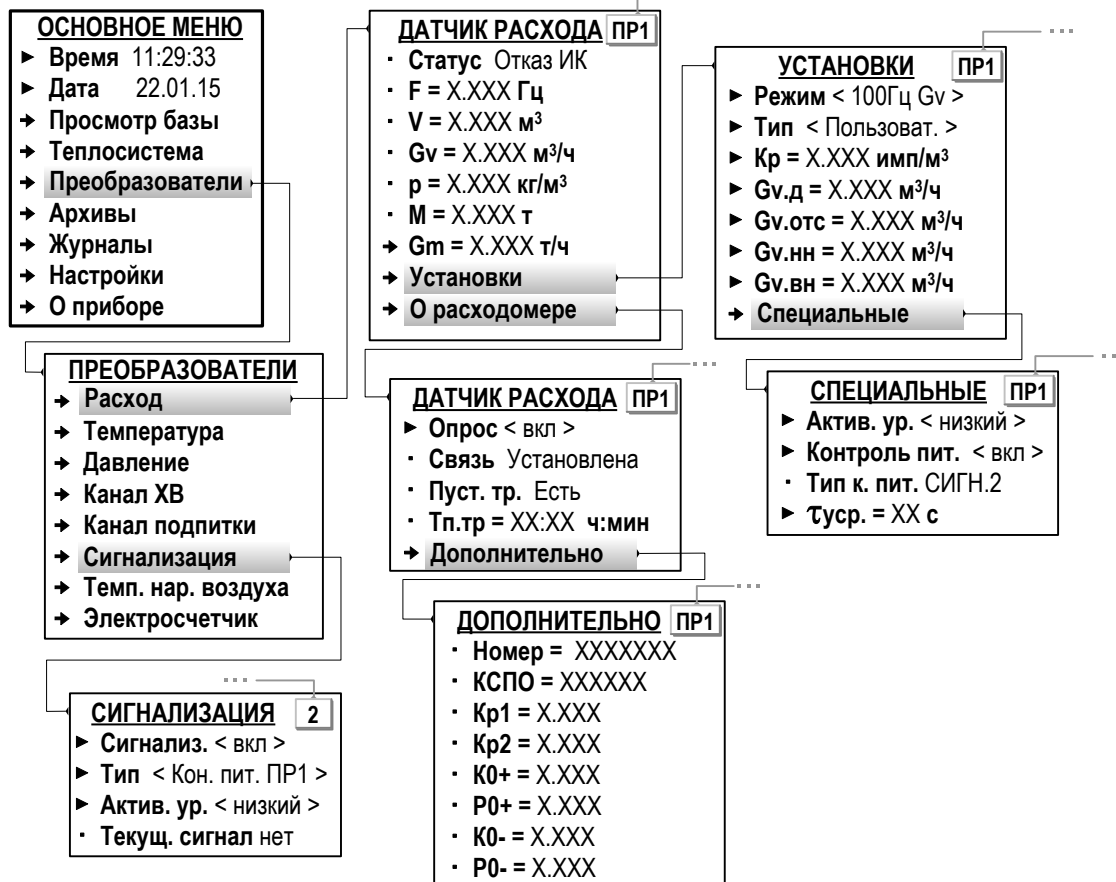

Рис.24. Вид меню установочных параметров ПР (режим СЕРВИС).
Отсутствие сигнала соответствующего уровня от ПР в течение **туср** определяются как **Отказ ИК** (Отказ измерительного канала – меню **Преобразователи / Расход** параметр **Статус**, рис.24).
Контроль питания расходомера также может быть назначен в меню **Преобразователи / Сигнализация** (рис.24). В этом случае в меню **Преобразователи / Расход / Установки / Специальные** будет индцироваться строка **Тип к. пит. СИГН.1(2,3)**.
6.5.2.4. Для ПР, физически подключенных к входу «RS-485.ПРИБОР» и программно подключенных к ТВ по интерфейсу RS-485 (п.6.3.4.3) в меню **О расходомере** (рис.24) появляются дополнительные строки: